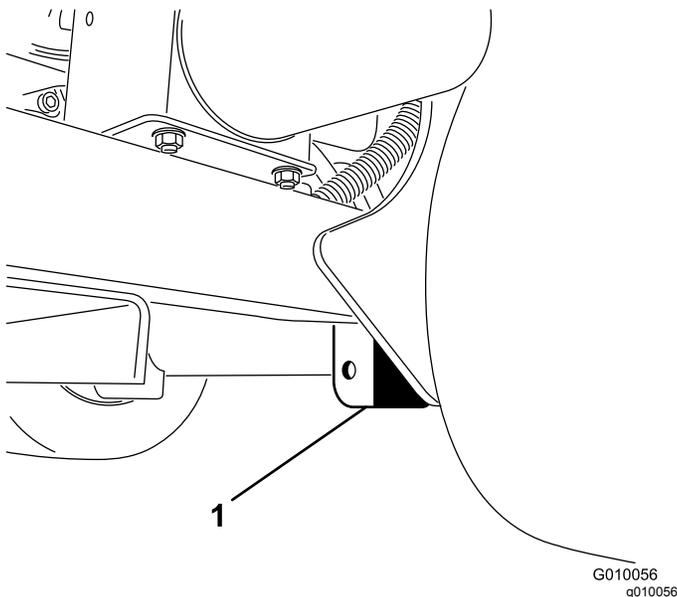

Bild 42
3. Stellen Sie den Ständer sicher unter die Rahmenplatte, sodass er sich gerade innen im Hinterrad befindet (Bild 42).